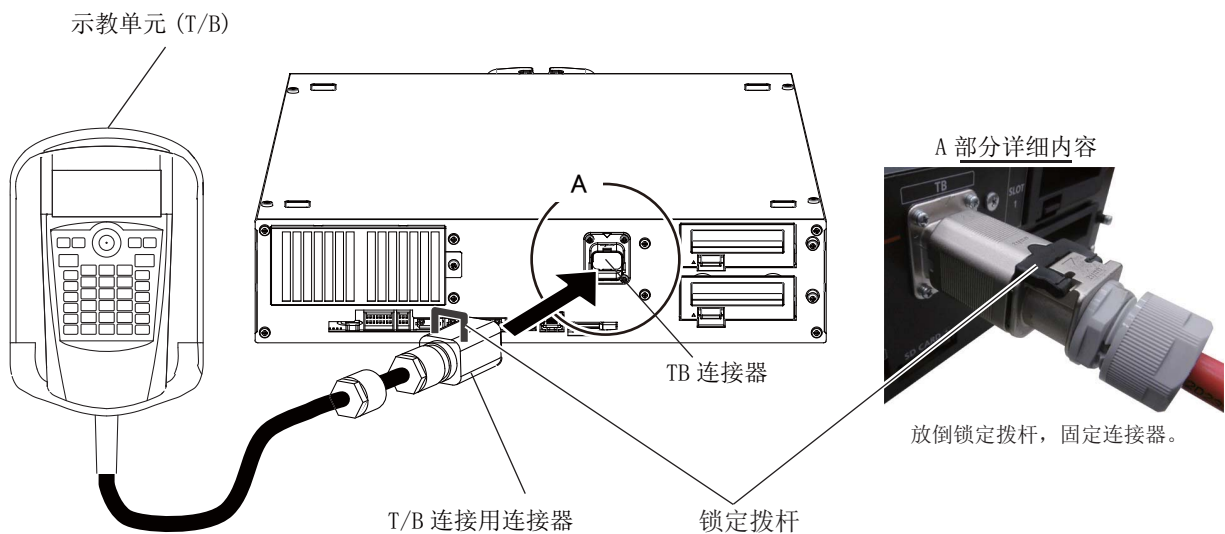

图 2-15: 示教单元的安装
- 2) 参照图 2-15 将示教单元的连接器连接到控制器的 TB 连接器。